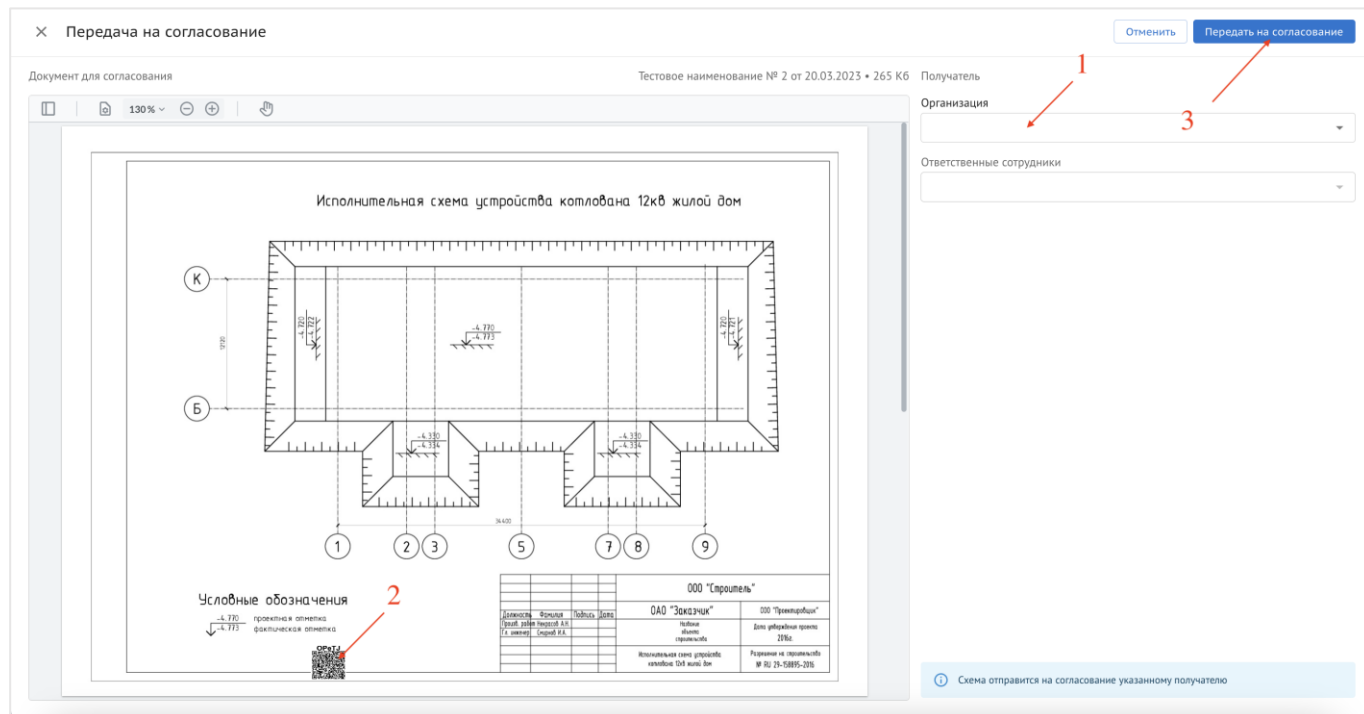

Рис. 39 – Передача ИС на согласование
5. При направлении исполнительной схемы на согласование без подписания, необходимо выбрать организацию и ее участника (1), к которому она попадет на согласование и удостовериться, что QR-код не перекрывает информацию на схеме (2), затем нажать на «Передать на согласование» (3) (рис. 39);